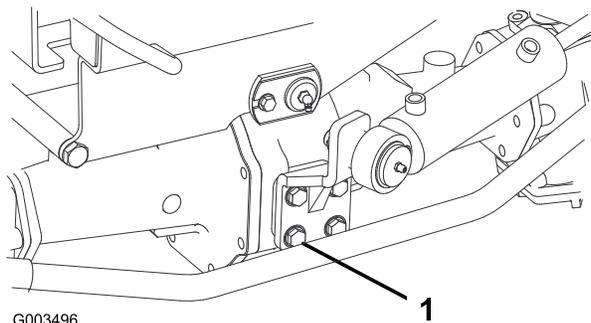

図 66
2. ステアリングシリンダのボルト4本を6581N・m 6.68.3kg.m = 4860ft-lbにトルク締めする 図 66。